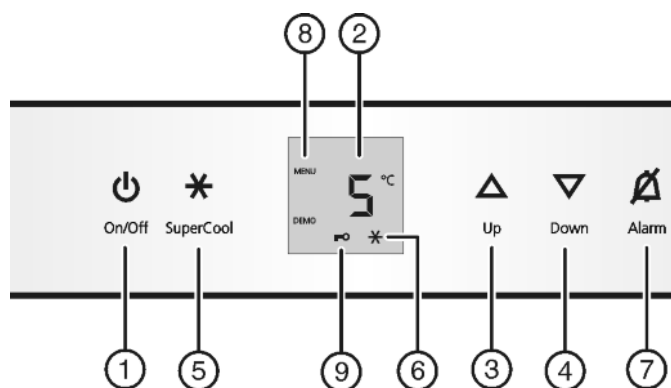

Fig. 2
- ▶ Pritisnite tipku za On/Off Fig. 2 (1).
- ▶ Aktivirajte način rada za namještanje: Pritišćite tipku SuperCool Fig. 2 (5) oko 5 sekunde.
- ▶ Za potvrdu kratko pritisnite tipku SuperCool Fig. 2 (5).
- ▶ da biste uključili osiguranje za djecu, kratko pritisnite tipku SuperCool Fig. 2 (5).
- ▷ Simbol za osiguranje za djecu Fig. 2 (9) svijetli. Na indikatoru treperi **c**.
- ▶ da biste isključili osiguranje za djecu, kratko pritisnite tipku SuperCool Fig. 2 (5).
- ▷ Simbol za osiguranje za djecu Fig. 2 (9) se ugasi. Na indikatoru treperi **c**.
- ▶ Deaktiviranje modusa za podešavanje: Pritisnite tipku za On/Off Fig. 2 (1).
- ▶ Pritisnite tipku za alarm Fig. 2 (7).
- ▶ Podešavanje temperature na toplije: Pritisnite tipku za podešavanje Up Fig. 2 (3).
- ▶ Podešavanje temperature na hladnije: Pritisnite tipku za podešavanje Down Fig. 2 (4).
- ▶ Kratko pritisnite tipku SuperCool Fig. 2 (5).
- ▷ Simbol SuperCool Fig. 2 (6) svijetli na prikazu.
- ▷ Simbol SuperCool Fig. 2 (6) se gasi na prikazu.